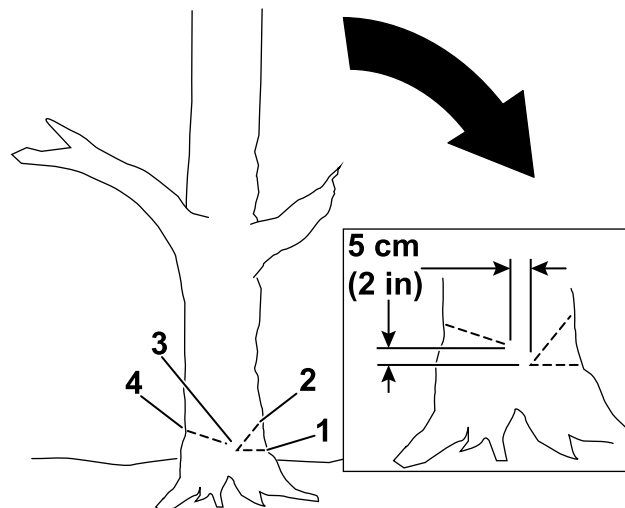

Figura 17
4. Haga el primer corte de un tercio del diámetro del árbol en el lado hacia donde desea que caiga el árbol (Figura 17).
5. Haga un segundo corte para formar una cuña, empezando el corte al menos 5 cm (2") por encima del primer corte (Figura 17).
6. Haga el corte de tala desde el lado opuesto a la cuña y unos 5 cm (2") por encima de la parte inferior de la cuña, como se muestra en la Figura 17.
Importante: Detenga el tercer corte a 2.5 cm – 5 cm (1" a 2") de la cuña para formar una bisagra entre los cortes (Figura 17), que evitará que el árbol caiga en la dirección incorrecta o que gire al caer.
Nota: A medida que el corte de tala se acerque a la bisagra (Figura 17), el árbol debe empezar a caer.